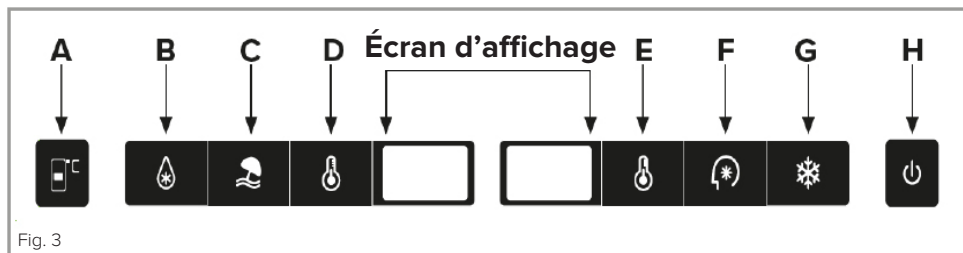

Fig. 3
Pour faciliter l'entretien ou le nettoyage, l'appareil dispose d'un mode de dégivrage forcé qui peut être activé en maintenant les capteurs A et C de la figure 3 enfoncés pendant environ 3 secondes. La sonde de réglage de la température du réfrigérateur (A) clignote pour confirmer que la fonction de dégivrage forcé est active. Cette fonction se désactive automatiquement lorsque la température du congélateur se situe entre 10 et 12 °C.